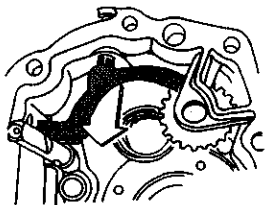

图 3-66 安装倒档传动臂
32) 装上垫圈和倒档传动臂的固定螺栓。将传动臂往下压(箭头所指), 并插入螺栓, 直至碰到传动臂, 如图 3-66 所示。